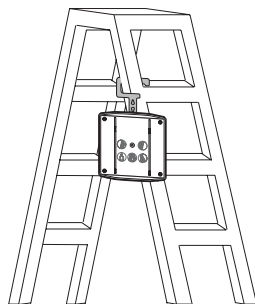

Abb. 10
3.1.3.2 Für Leitern und andere Objekte (siehe Abb. 10).